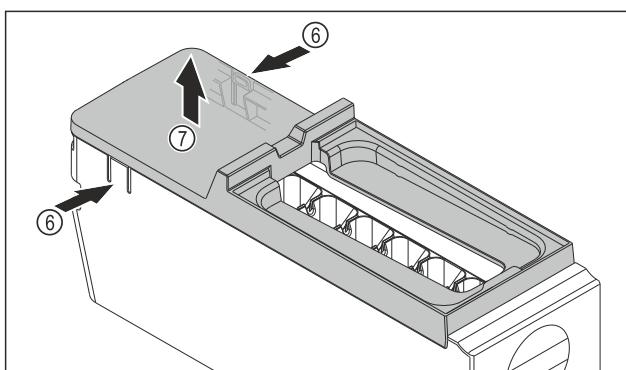

Fig. 142
- Odstráňte kryt korpusu EasyTwist-Ice: strmene Fig. 142 (6) na oboch stranach korpusu EasyTwist-Ice zatlačte rukou.
- Kryt Fig. 142 (7) odoberte druhou rukou smerom nahor.